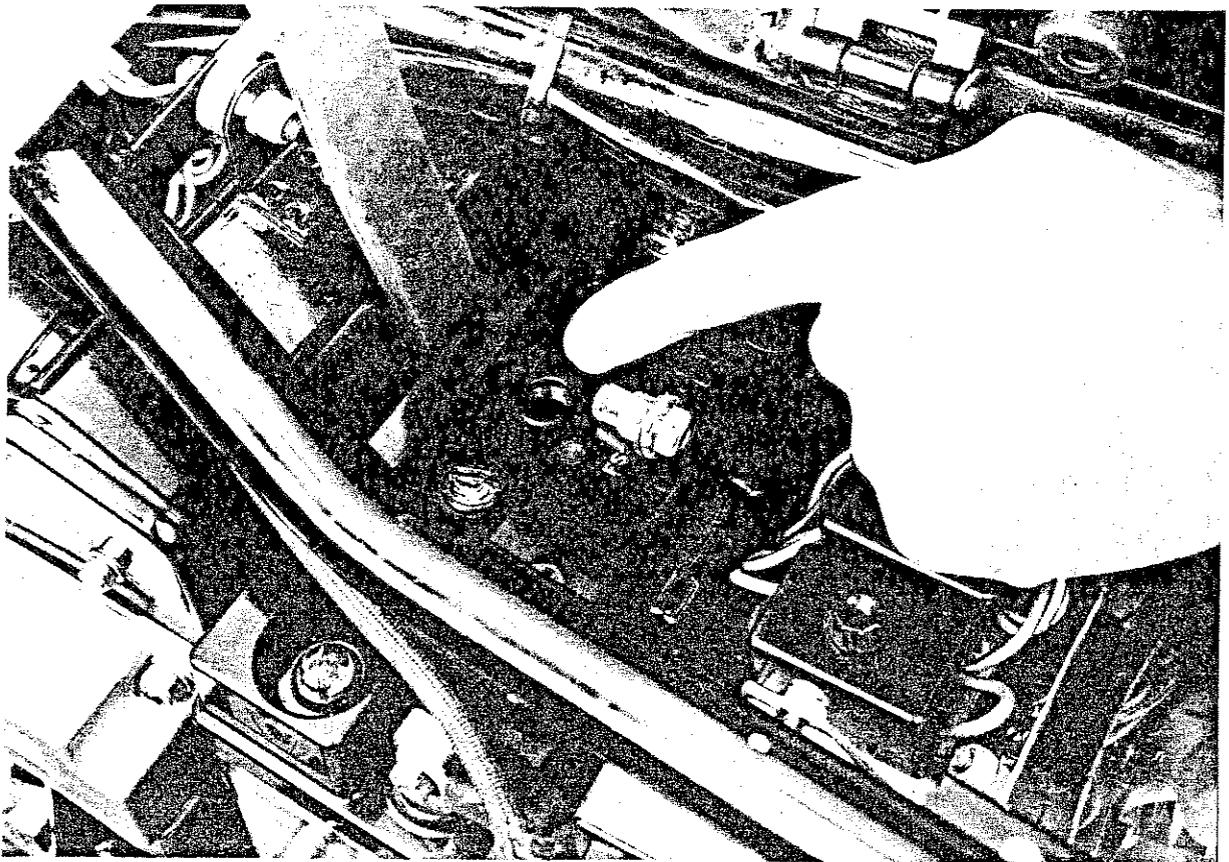

Fig. 167
3) Il controllo dei livelli negli elementi centrali può risultare difficoltoso senza estrarre la batteria; in questo caso, togliere elastico, coperchio superiore e tappi e confrontare dai fori di riempimento i vari livelli con quelli degli elementi esterni (Fig. 167).
3) It may be difficult to check the electrolyte level in the central cells of the battery. In this case remove the rubber band, the top cover and the vent plugs, and looking inside the filler hole of each cell, compare the various levels with the external cell ones (Fig. 167).